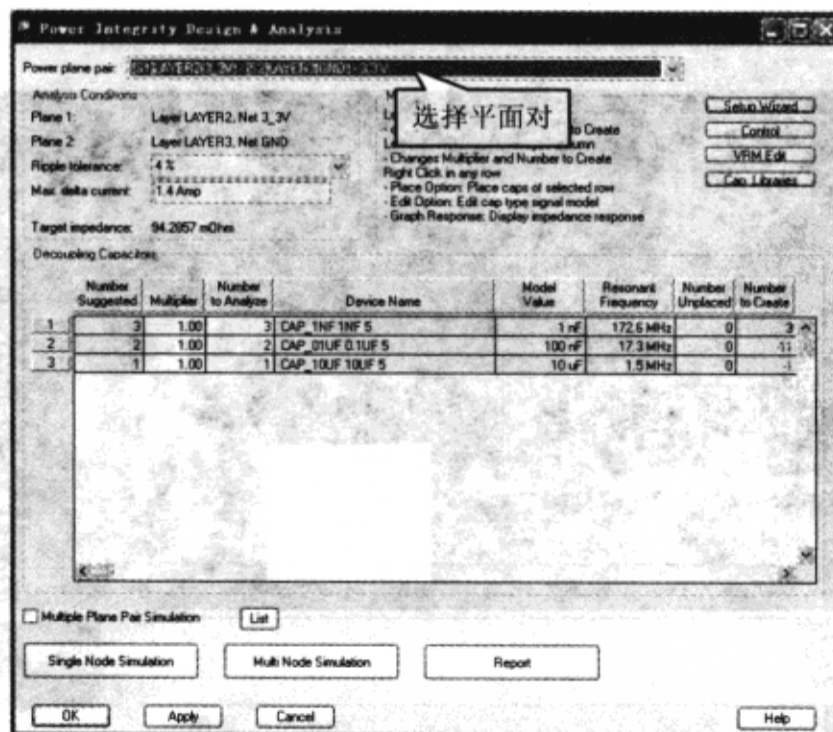

图 10-7-85 选择平面对
- (1) 在“Power Integrity Design & Analysis”对话框顶部“Power plane pair”栏中选择 “[S1]LAYER2(3\_3V) - [S2]LAYER3(GND) - 3.3V”，如图 10-7-85 所示。